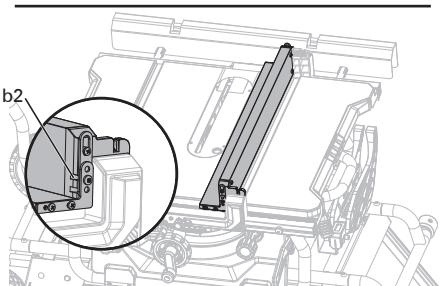

Fig. 20b
GUIDE ÉTROIT (Fig. 20b-20c)
- Lors de l'utilisation du guide étroit (B) pour soutenir une pièce qui s'étend au-delà de la table de travail, faire pivoter le guide étroit (B) comme illustré dans la (fig. 20b) et le fixer à la position la plus basse (b1) pour les fentes avant et arrière.
- Lors de l'utilisation du guide étroit (B) pour couper une pièce étroite, faire pivoter le guide étroit (B) comme illustré dans la (fig. 20b) et le fixer à la position supérieure (b2) pour les fentes avant et arrière.